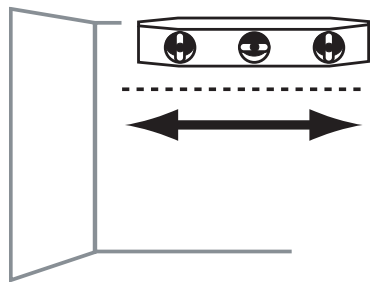

FIG. 3.1
2. Trace la línea de nivel a la par con la longitud del estante para el estante superior en la pared trasera del armario (Fig. 3.1) (La estantería tapará las líneas dibujadas en la pared).
4. Trace una línea de nivel a la par con la longitud del estante para todos los estantes inferiores (A) en la pared trasera del armario (Fig. 3.1).